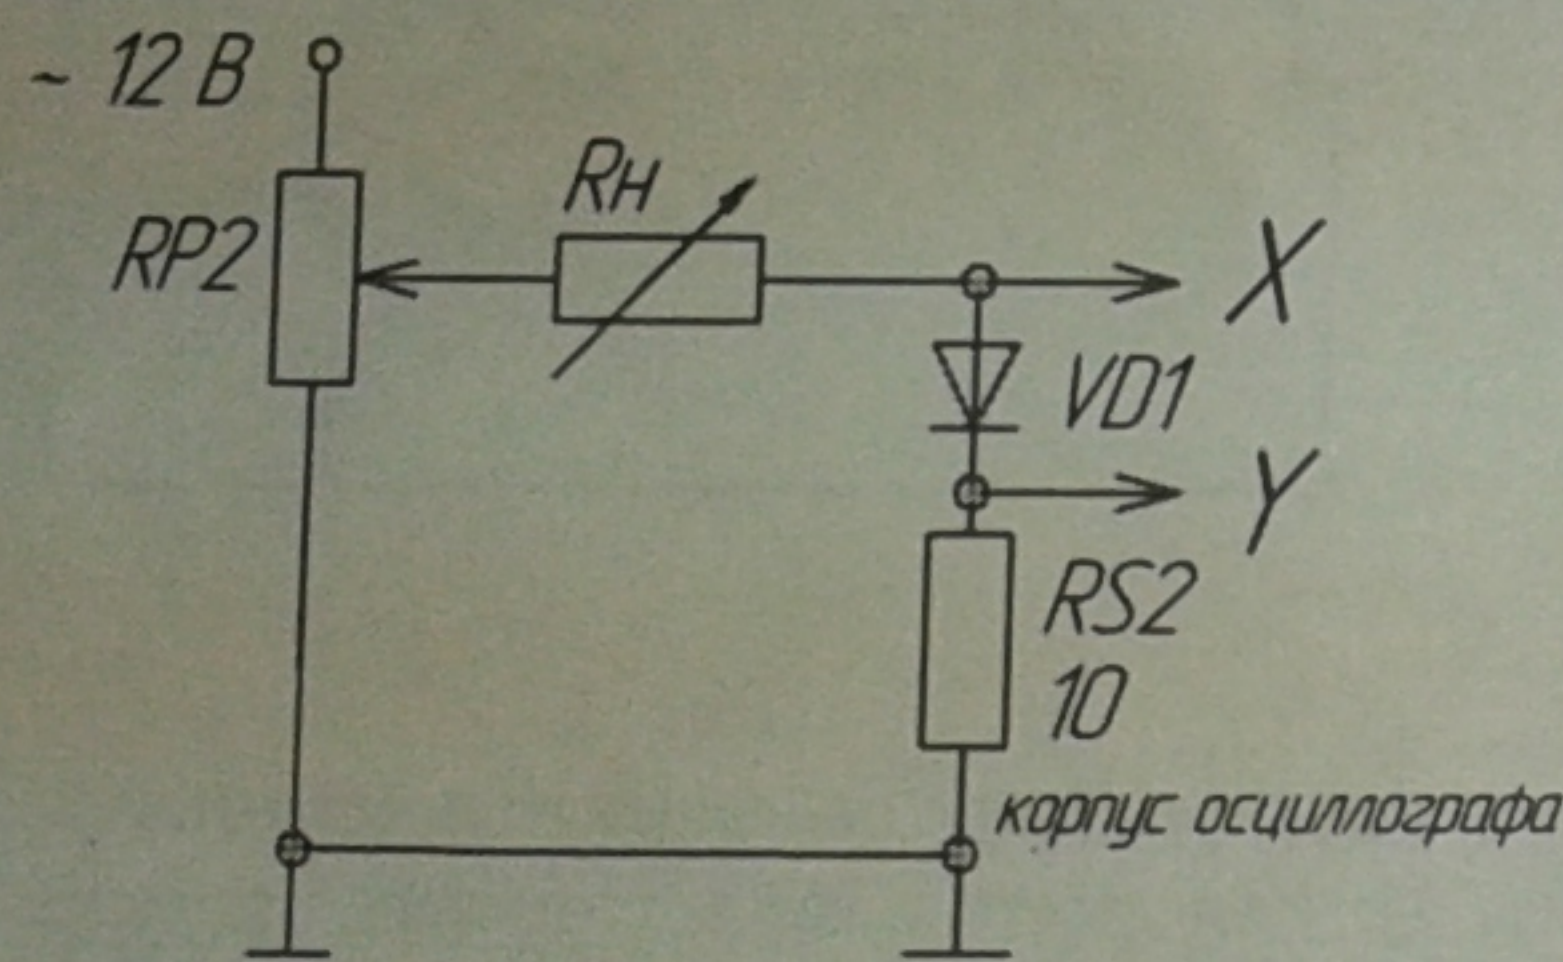

Рис. 3
г) собрать схему для получения ВАХ диода на экране осциллографа. Изучение выпрямительного диода выполняется на переменном токе в соответствии с принципиальной схемой рис. 3. Вход Y (CH2) осциллографа подключить к шунту RS2, а корпус осциллографа ($\equiv$) соединить с общим проводом. Вход X (CH1) осциллографа подключить к аноду диода. При этом переключатель развертки осциллографа должен быть переведен в положение X/Y. Этажающаяся точка на экране осциллографа поместить в начало координат. Подать питание. Зарисовать ВАХ диода, определить масштабы по току и напряжению;
7. Какие погрешности можно ожидать при осциллографировании по схеме рис. 3?